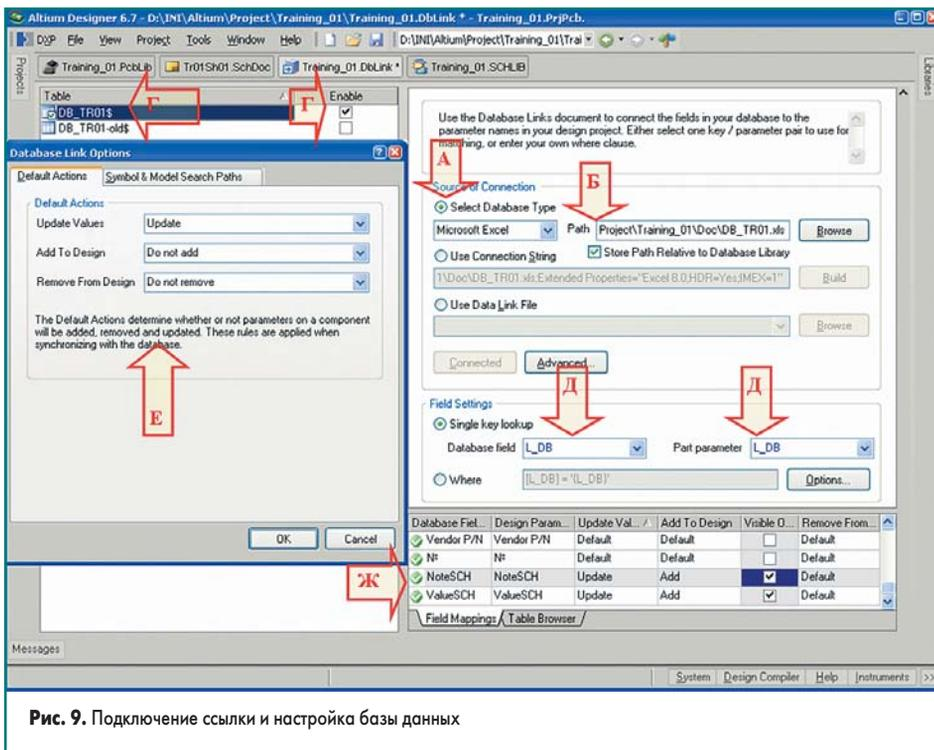

Рис. 9. Подключение ссылки и настройка базы данных
5. Командой **File/New/Library/DatabaseLibrary** создадим ссылку на файл **DB_TR01.XLS** (рис. 9). При этом выполняем последовательно операции: